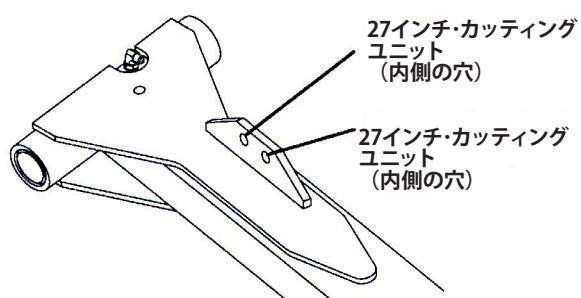

図8
8. クレビスピンとコッターピンを使って、升降チェーンの他方の端部を升降アーム取り付けタブの穴に固定する。図8に示すように、適当な穴を使用する。